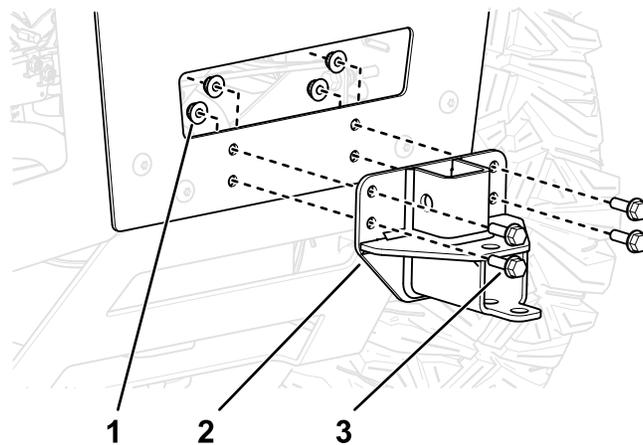

Рисунок 7
4. Установите монтажный кронштейн травосборника на машину, как показано на Рисунок 7.